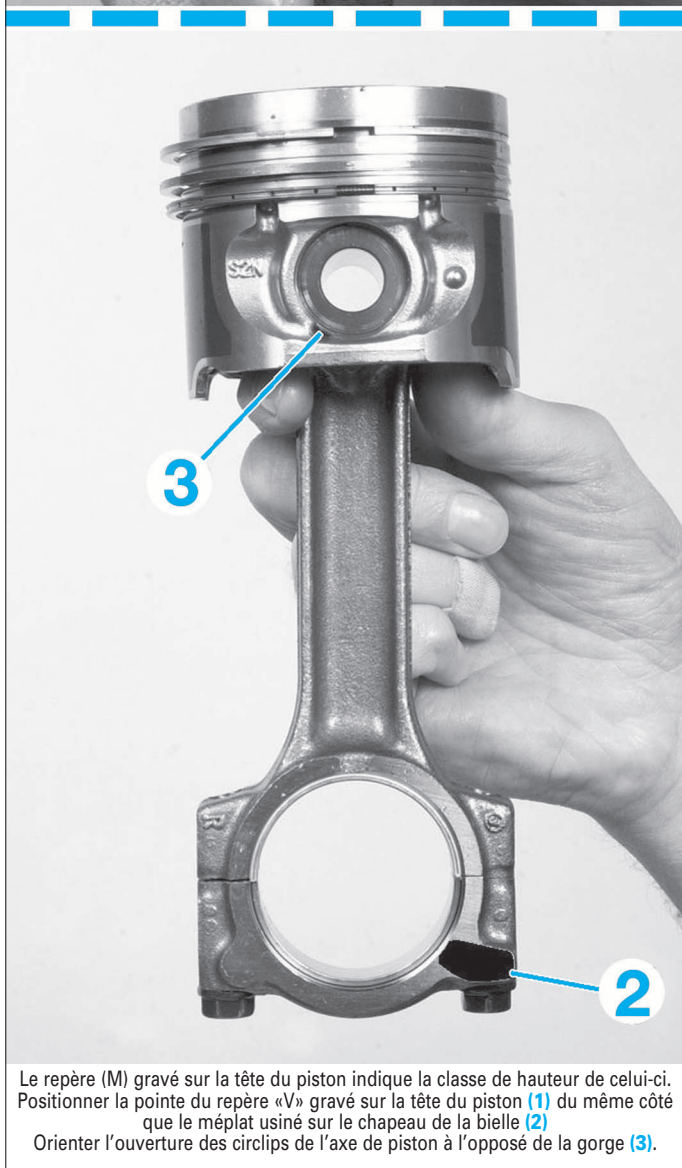

FIG. 9
En rechange, les bielles sont livrées par jeu de 4 avec leurs chapeaux appariés. Assemblage bielle/piston : méplat usiné sur le chapeau monté du même côté que la pointe du repère "V" gravé sur la tête du piston (Fig.9).
Lors de l'assemblage bielle/piston (respecter l'appariement et le sens de montage), placer l'ouverture des circlips à l'opposé de la rainure de dépose/repose du logement des circlips dans le piston (3) (Fig.9).